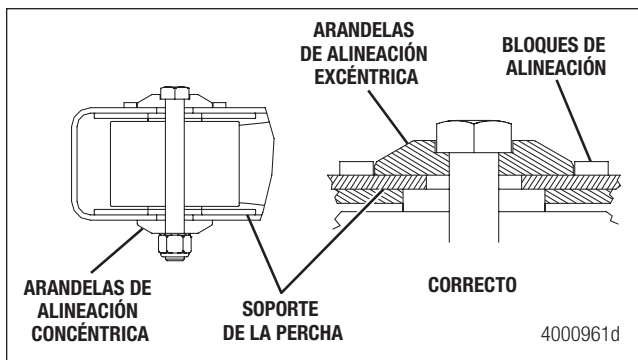

Figura 7.5
1. Con una llave de tuercas de 1-5/16 pulgada de extremo cerrado o abierto, afloje la tuerca del perno de pivote del lado de la carretera de manera que el perno gire libremente con la llave de tuercas. Figura 7.5.